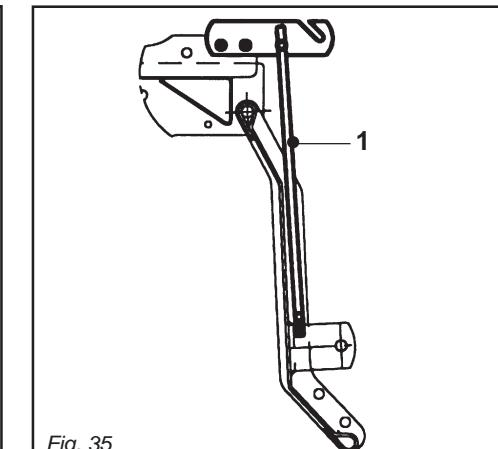

Fig. 35
- 4) **Per mod. AL:** L'asta (1 Fig. 35), va posizionata come in figura per il parcheggio della macchina.
- 4) **For model AL:** the rod (1 Fig. 35) should be positioned as shown in the figure when parking the machine.
- 4) **Pour mod. AL:** Pour stationner la machine la barre (1 Fig. 35) doit être positionnée comme indiqué dans la figure.